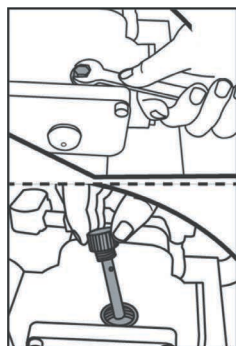

Рис. 10
8.Проверьте уровень масла в помпе (рис. 10). Для этого открутите пробку с щупом и, ориентируясь по меткам на щупе, определите уровень масла. При необходимости, долейте масло до необходимого уровня (См. пункт 8 «Замена масла в помпе»)